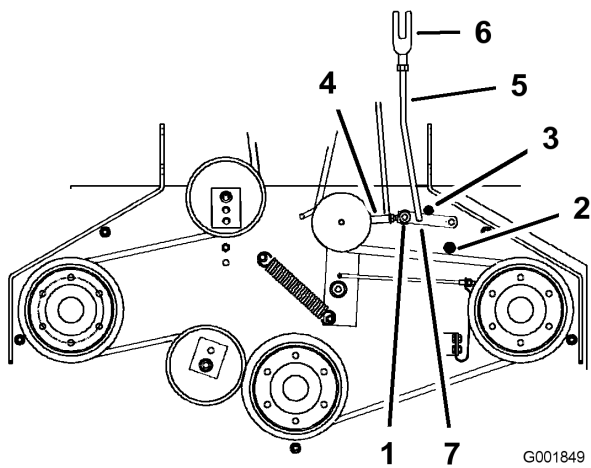

Figure 43
5. Vérifiez que le bras d'assistance est en appui contre la butée arrière sur le plateau (Figure 43).
7. Le bras d'assistance doit toucher la butée avant sur le plancher. Dans le cas contraire, réglez le levier coudé pour le rapprocher du renfort (Figure 43).
8. Pour ajuster la biellette du bras d'assistance, enlevez la goupille fendue du bras d'assistance (Figure 43).
11. Installez la biellette dans le bras d'assistance et fixez-la avec la goupille fendue (Figure 43).